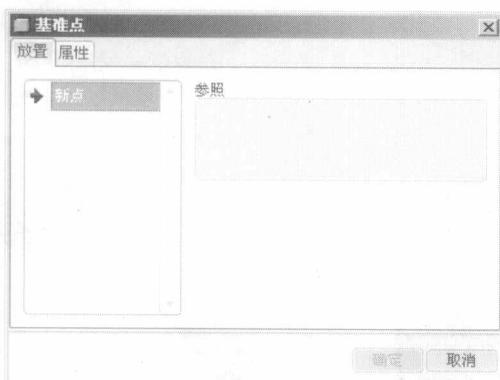
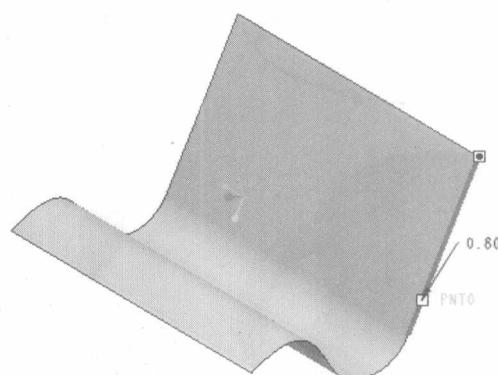

图 2-1 “基准点”对话框
图 2-2 单击边界
**Step1：**单击 $\times$ 按钮，弹出“基准点”对话框，如图 2-1 所示。在边界上单击，边界上会显示点偏移值，如图 2-2 所示。